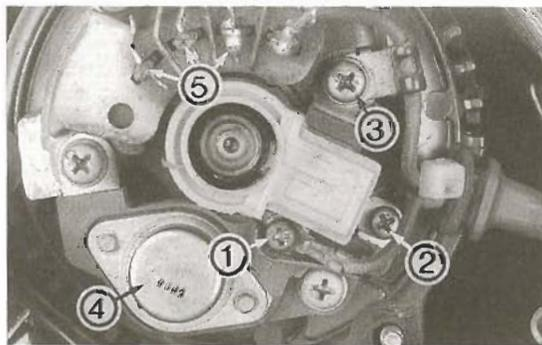
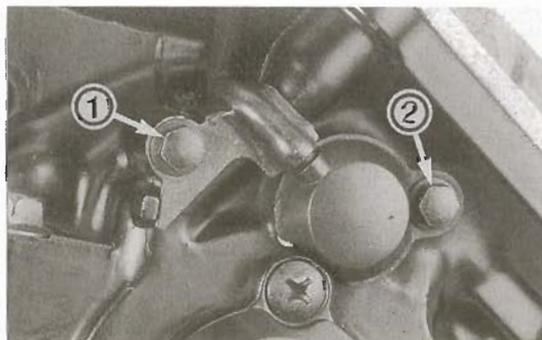

Bild 82
Bild 83
- Kohlebürsten nach Ausdrehen der Schrauben ①, ② und ③ Bild 82 abnehmen.
- Regler ④ nach Ausdrehen der Befestigungsschrauben abnehmen.
-  Zur **Messung der Regelspannung** muss Batterie in gutem Zustand (Batteriespannung mindestens 12,8 V) und Motor auf Betriebstemperatur sein. Voltmeter an Batterie (positive Messspitze an Pluspol; negative an Minuspol) anschliessen (Bild 83). Drehzahl allmählich erhöhen. Spannung bei 5000/min muss sich auf 13,5 – 15,3 Volt einregeln.
- Falls sich Regelspannung nicht einstellt und auch Ladespulen in Ordnung sind, Anschlüsse des Reglers ③ kontrollieren. Gegebenenfalls Regler ersetzen.
-  Widerstand der Statorspulen-Anschlüsse ⑤ Bild 82 untereinander messen (drei Messungen). Sollwert 0,2.
- Regler und Bürstenhalter anbringen (Bild 82). Deckel aufsetzen und Hutmuttern eindrehen.
- Kabelhalter ① Bild 83 abnehmen und Zünd-Pickup ② ausbauen.
- Zünd-Pickup mit einwandfreiem O-Ring anbringen (Bild 83).